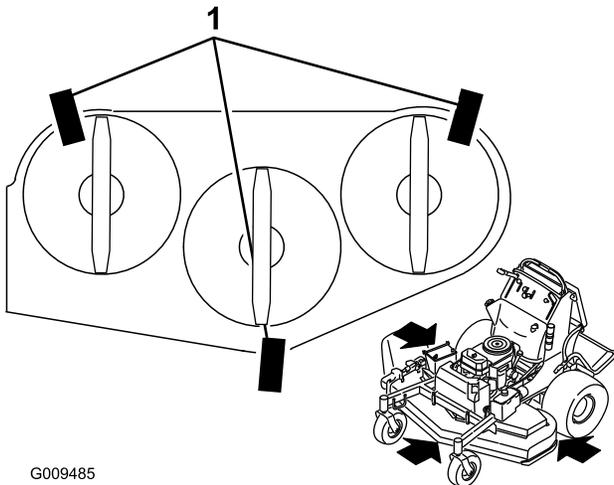

Figura 80
1. Coloque 3 listones de madera de 5x10 cm (2x4 pulg.) debajo de la plataforma del cortacésped, según se muestra en Figura 80. Coloque los listones de 5x10 sobre el lado de 10 cm (4 pulg.).